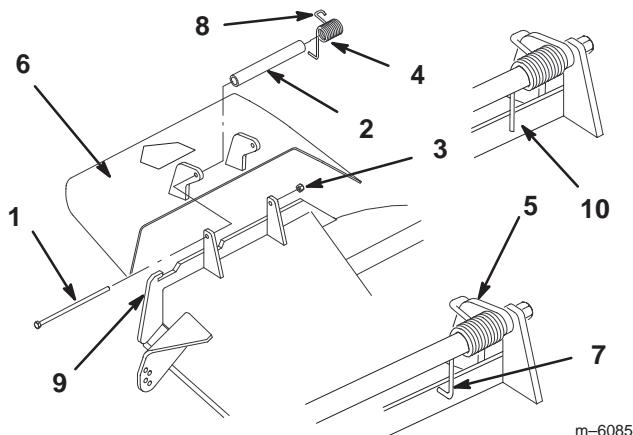

Figure 30
L'extrémité du ressort du déflecteur d'herbe est soit en **L** soit droite (Fig. 30).
**Remarque :** Prenez soin de placer l'extrémité en **L** ou droite du ressort derrière le bord du plateau avant de mettre le boulon en place, comme indiqué à la Figure 30.
2. Remettez le boulon et l'écrou. Accrochez l'extrémité crochue en **J** du ressort au déflecteur d'herbe (Fig. 30).